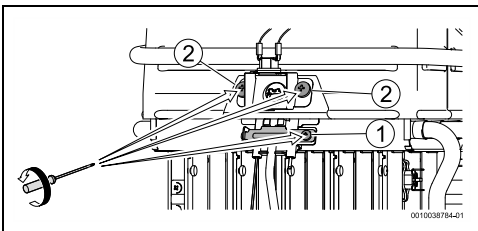

Fig. 18
- ▶ Retirar o parafuso que fixa o suporte do queimador piloto, Fig. 18, [1].
- ▶ Retirar os parafusos que fixam o suporte do dispositivo de controlo de estado da câmara de combustão, Fig. 18, [2].